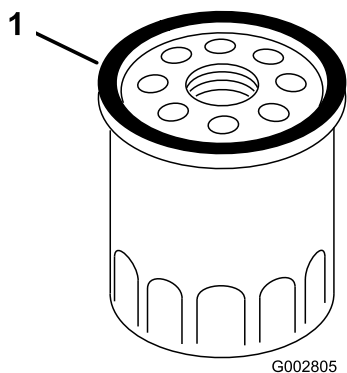

Figura 26
7. Con il dito, spalmate l'olio sulla guarnizione del nuovo filtro (Figura 26).